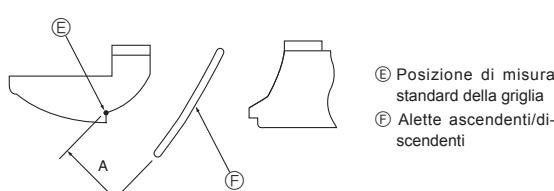

Fig. 8-10
- ② Staccare il connettore dal motore dei deflettori della direzione che si desidera bloccare. (Mentre si preme il pulsante, rimuovere il connettore della direzione indicata dalla freccia, come mostrato nello schema.) Dopo aver rimosso il connettore, isolarlo con nastro.
- ③ Per regolare la direzione del flusso d'aria, spostare lentamente le alette ascendenti/descendenti entro la gamma specificata. (Fig.8-10)